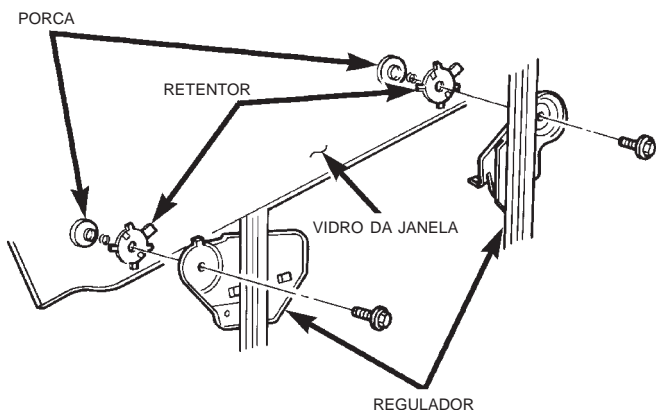

Fig. 47 Vidro da Porta Dianteira
- (1) Remova o painel de acabamento da porta.
- (2) Remova a barragem de água.
- (3) Remova as tiras de vedação das cintas interna e externa.
- (4) Levante o vidro para expor os parafusos que prendem o vidro ao regulador.
- (5) Remova os parafusos que prendem o vidro ao regulador (Fig. 47).
- (6) Levante o vidro e retire-o da porta.